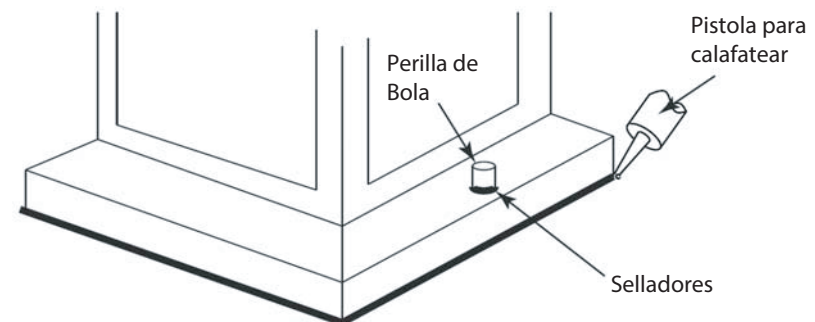

Figura 2
1. Conecte el cable de alimentación positiva (A) (normalmente negro el lado no marcado suave del cable de dos conductores) de plomo accesorio positivo (B) con un giro de tamaño apropiately conector – **Véase la Figura 2 y 3**.
2. Conecte el cable de alimentación negativa (C) (por lo general de color blanco o el lado marcado estriado del cable de dos conductores) de plomo accesorio negativo (D).
Loop alambre de tierra (E) (generalmente de cobre o verde recubierto de plástico) debajo de la cabeza del tornillo de tierra (S) en la brida de montaje accesorio (M) y conectar con el extremo suelto del cable de tierra luminaria directamente al cable de tierra del sistema de construcción con un tamaño adecuado twist-conectores – **Véase la Figura 2**.
Después asegurar fijo en su lugar, se recomienda que la distancia entre la parte superior y la base de montaje del accesorio se sellará con cualquier buen masilla impermeable de calidad o sellador de silicona (no incluido). También se recomienda que una pequeña capa de madilla o sellador de ser sometidos a los mandos de bolas utilizadas para montar accesorio - Véase la Figura 2.